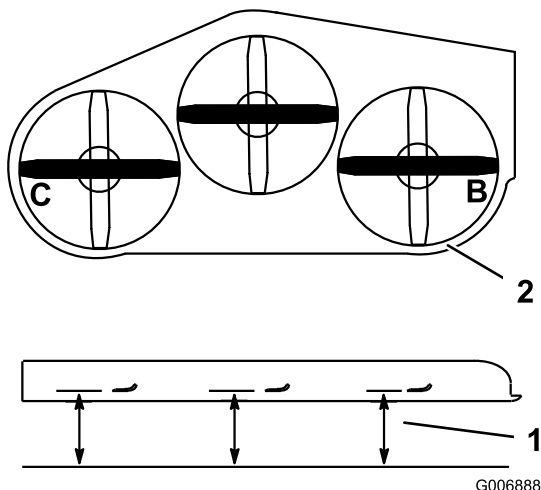

Figure 94
4. Mesurez la distance aux points **B** et **C** entre une surface plane et le bord coupant des pointes des lames (Figure 94).